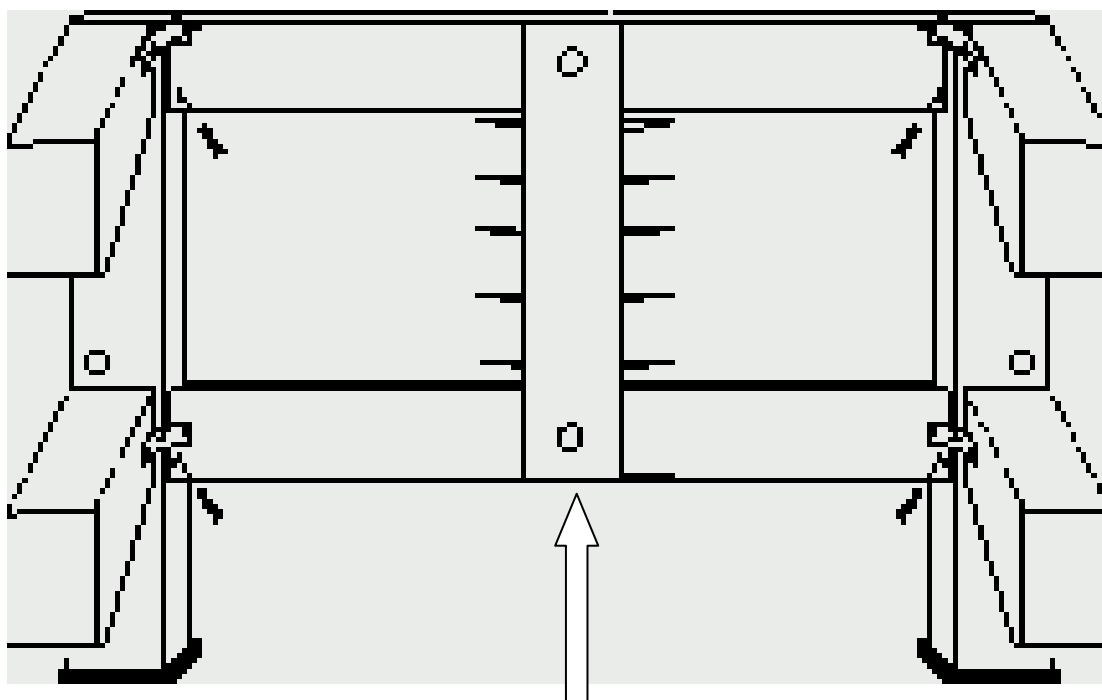

Рис.4
2.3.4. Когда все четыре ножки и боковые трубы смонтированы, устанавливаем поперечную вставку с полочками, как показано на Рис.4